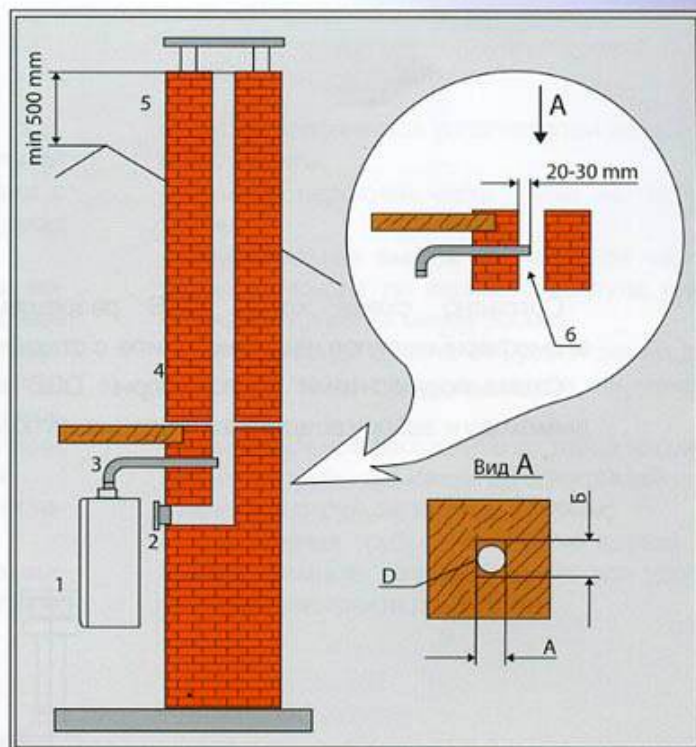

рис. 17
2. Конструктивное исполнение дымохода здания показано на рис.17